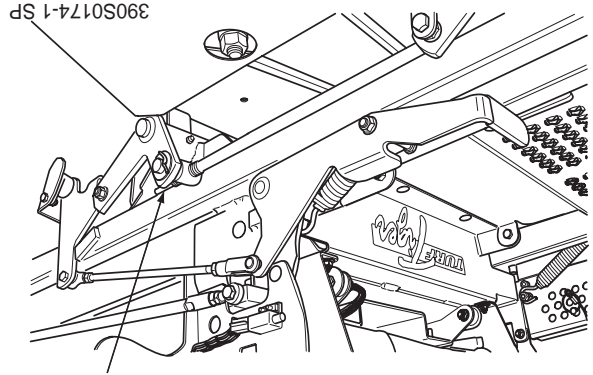

Figura 6-6 Ajuste del nivel de la plataforma de corte
1. Afloje las tuercas de bloqueo en ambas varillas de ajuste. (Vea la Figura 6.6)
2. Usando una llave en la contratuercas (vea la Figura 6.6) gire las varillas de ajuste hasta que se alcance la inclinación adecuada en los lados derecho e izquierdo de la plataforma de corte. Apriete ambas tuercas de bloqueo.